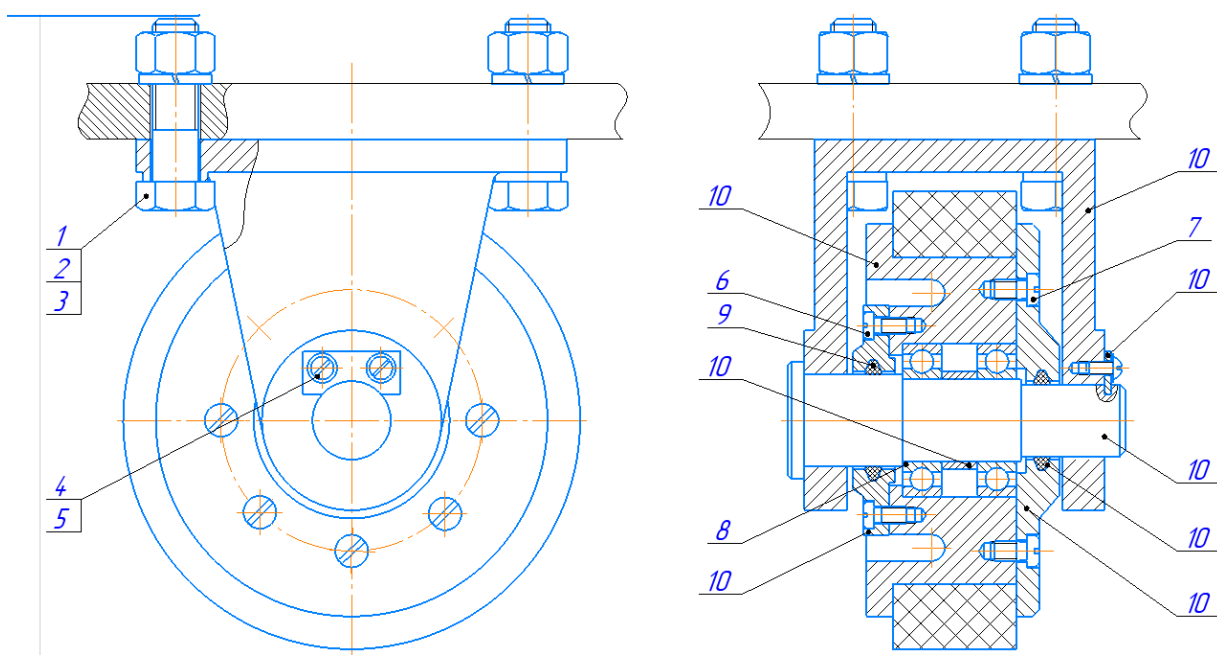

Рис. 4.80. Сборочный чертеж тележки
- Выверните позиции по вертикали (рис. 4.80).